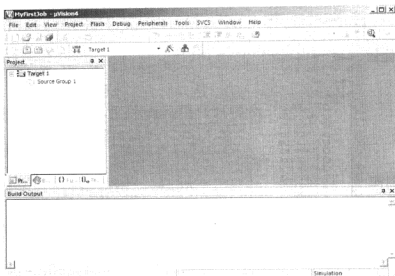
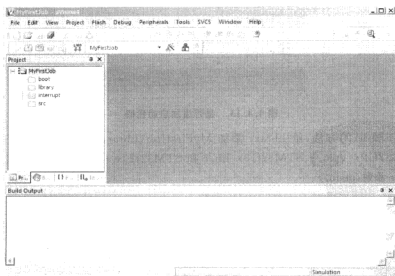

图 4.4.14 工程新建完毕
图 4.4.15 添加工程组
d) 至此 STM32 的工程已经新建完毕, 此时 Keil MDK 界面如图 4.4.14 所示。
③ 接下来将一系列必要的工程文件添加到当前工程中, 执行如下操作：
a) 将 Target 重命名为 MyFirstJob, 并删除 Source Group1。在 MyFirstJob 上右击, 在弹出的菜单中选择 Add Group, 依次添加 4 个 Group, 分别命名为 boot、library、interrupt、src, 完成后如图 4.4.15 所示。